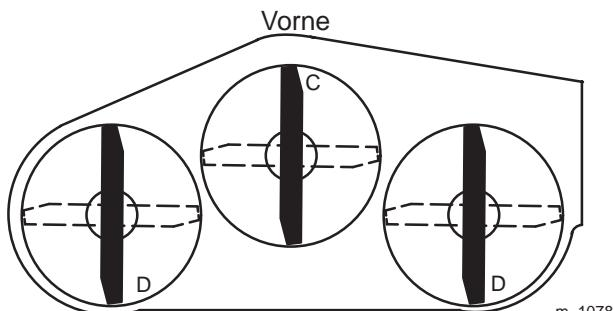
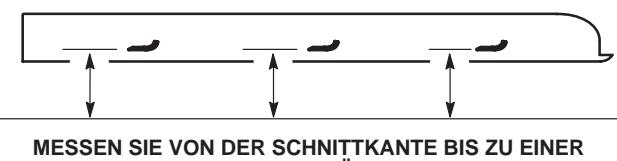

Bild 13
Bild 14
2. Stellen Sie ein Messer in Längsrichtung (Bild 13). Messen Sie an den Stellen **C** und **D** (Bild 13) von einer ebenen Oberfläche bis zur Schnittkante der Messerspitzen (Bild 14).